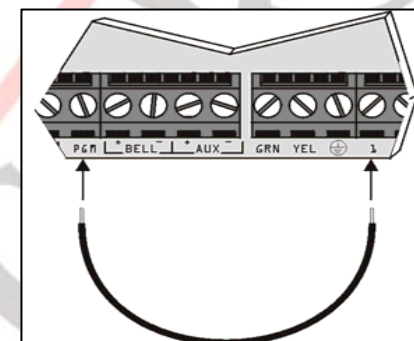

Figura 8
- Conecte com um fio a saída PGM e o setor 1 (Figura 8)